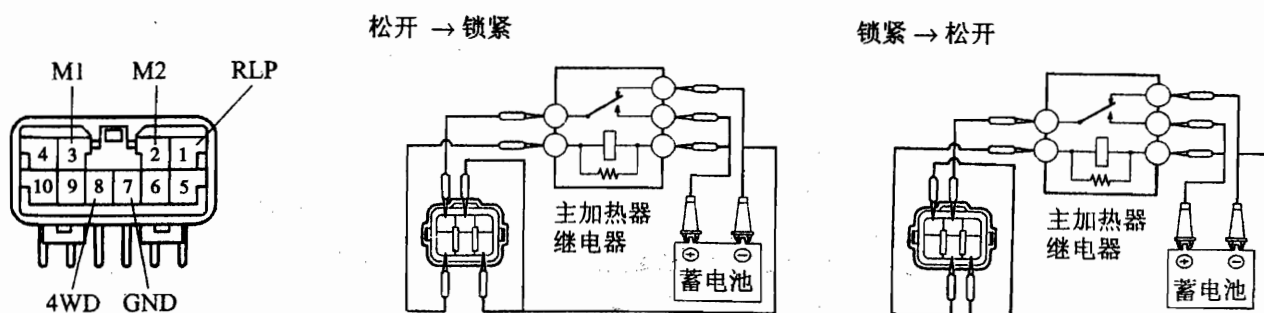

图 8-4-5
(2) 插回后差速器锁控制 ECU 连接器,将点火开关转到 ON 位置,将转换控制杆转到左位置,如图 8-4-5 所示,检测后差速器锁控制 ECU 端子间的电压。检查结果应符合表 8-4-2 中的要求,若不符合要求,则更换后差速器锁控制 ECU。